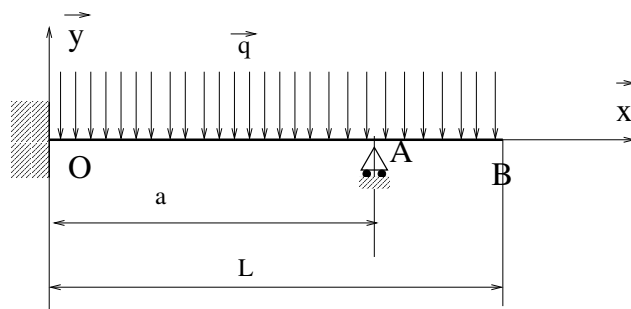

FIG. 3 – Poutre hyperstatique
1. Tracer le diagramme des moments fléchissants pour le problème représenté sur la Figure 3